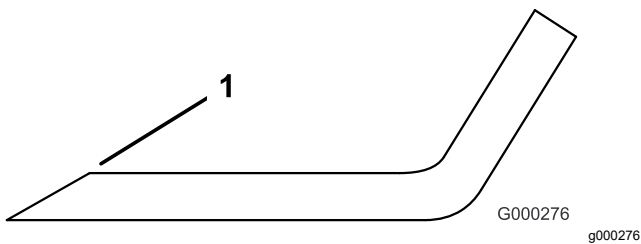

図 131
3. すべてのブレードの刃先を点検し、刃先が丸くなっていたり打ち傷がある場合には研磨する 図 131。
注 研磨は刃先の上面だけに行い、刃の元々の角度を変えないように十分注意する 図 131。左右を同じだけ削るようにすればバランスが狂わない。